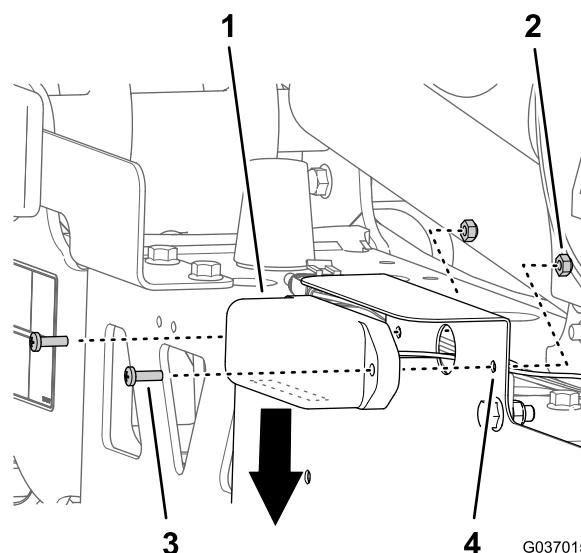

Figura 55
2. Alinhe as luzes para baixo e os furos na luz com os furos no suporte da placa de matrícula (Figura 55).
3. Monte a luz no suporte (Figura 55) com os dois parafusos (nº 10- x 5/8 pol.) e duas porcas de bloqueio (nº 10).